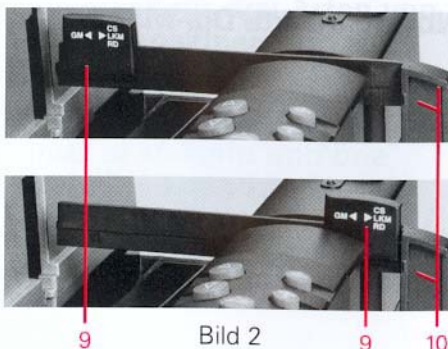

Bild 2
Werden Dias in einem Gemeinschaftsmagazin vorgeführt, Diagreifer (10) herausziehen und den Reiter (9) zum Ende des Diagreifers schieben bis er einrastet (Bild 2 oben).
Zur Vorführung von Dias in LKM-, CS- oder Rundmagazinen den Diagreifer (10) herausziehen und den Reiter (9) in Richtung Griffstück des Diagreifers bis zum Anschlag zurückziehen (Bild 2 unten).
If slides are projected from a standard slide tray, pull out the slide claw (10) and insert the slider (9) up to the end of the slide claw until it latches in (Fig. 2 top).
If slides are projected from an LKM, CS or round slide tray, pull out the slide claw (10) and pull back the slider (9) in the direction of the grip of the slide claw as far as possible (Fig. 2 bottom).
Si les diapositives sont présentées dans un panier standard, tirer le passe-vue (10) et pousser le cavalier (9) jusqu'à enclenchement au bout du passe-vue (figure 2 en haut).
Si les diapositives sont présentées dans un panier LKM, un panier CS ou circulaire, tirer le passe-vue (10) et déplacer le cavalier (9) vers la poignée du passe-vue jusqu'en butée (figure 2 en bas).